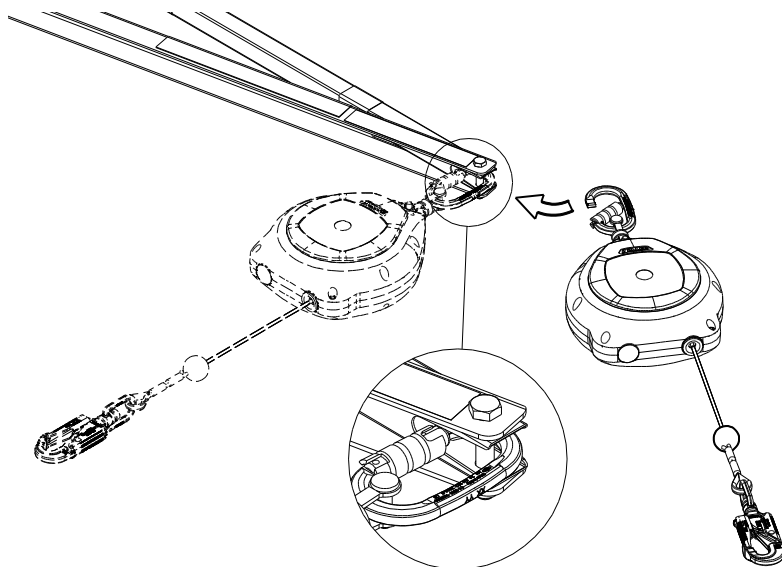

Bild 29. Anslutning av Falcon Fallskyddsblock 6,2 m.
- 10.2 Anslut Fallskyddsblocket. Se till att blocket är korrekt anslutet och fastsatt i förankringspunkten för SkyReach Förankringsenhet. Bild 29 visar hur ett 6,2 m Falcon Fallskyddsblock är fäst i förankringspunkten.